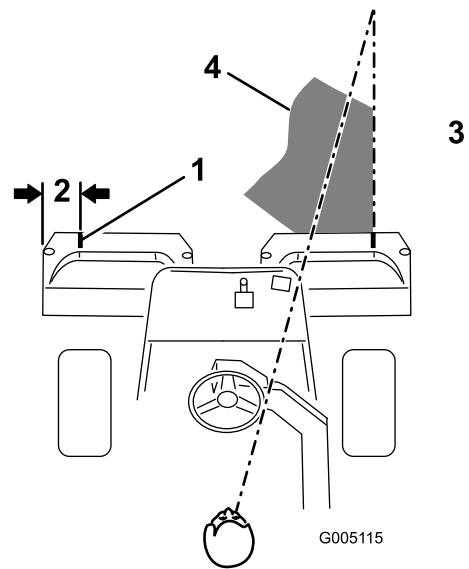

Figura 12
2. Applicare una striscia adesiva bianca, oppure tracciate una linea con della vernice bianca, su ciascun cestello, parallela al bordo esterno del cestello stesso (Figura 12).